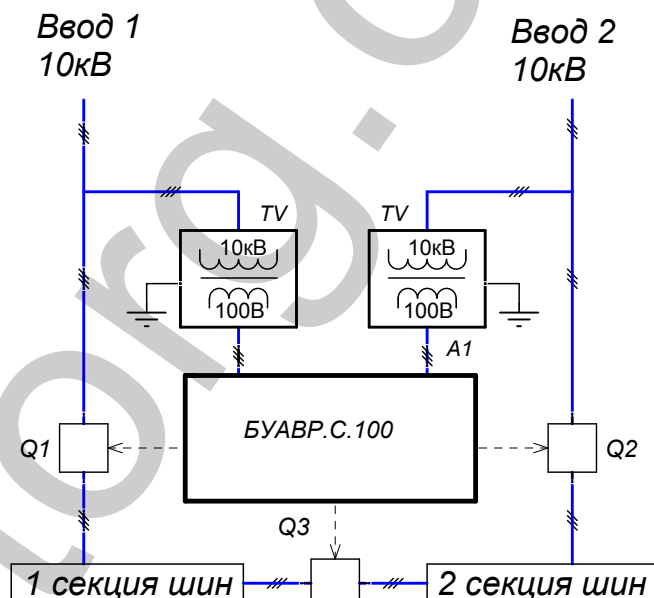
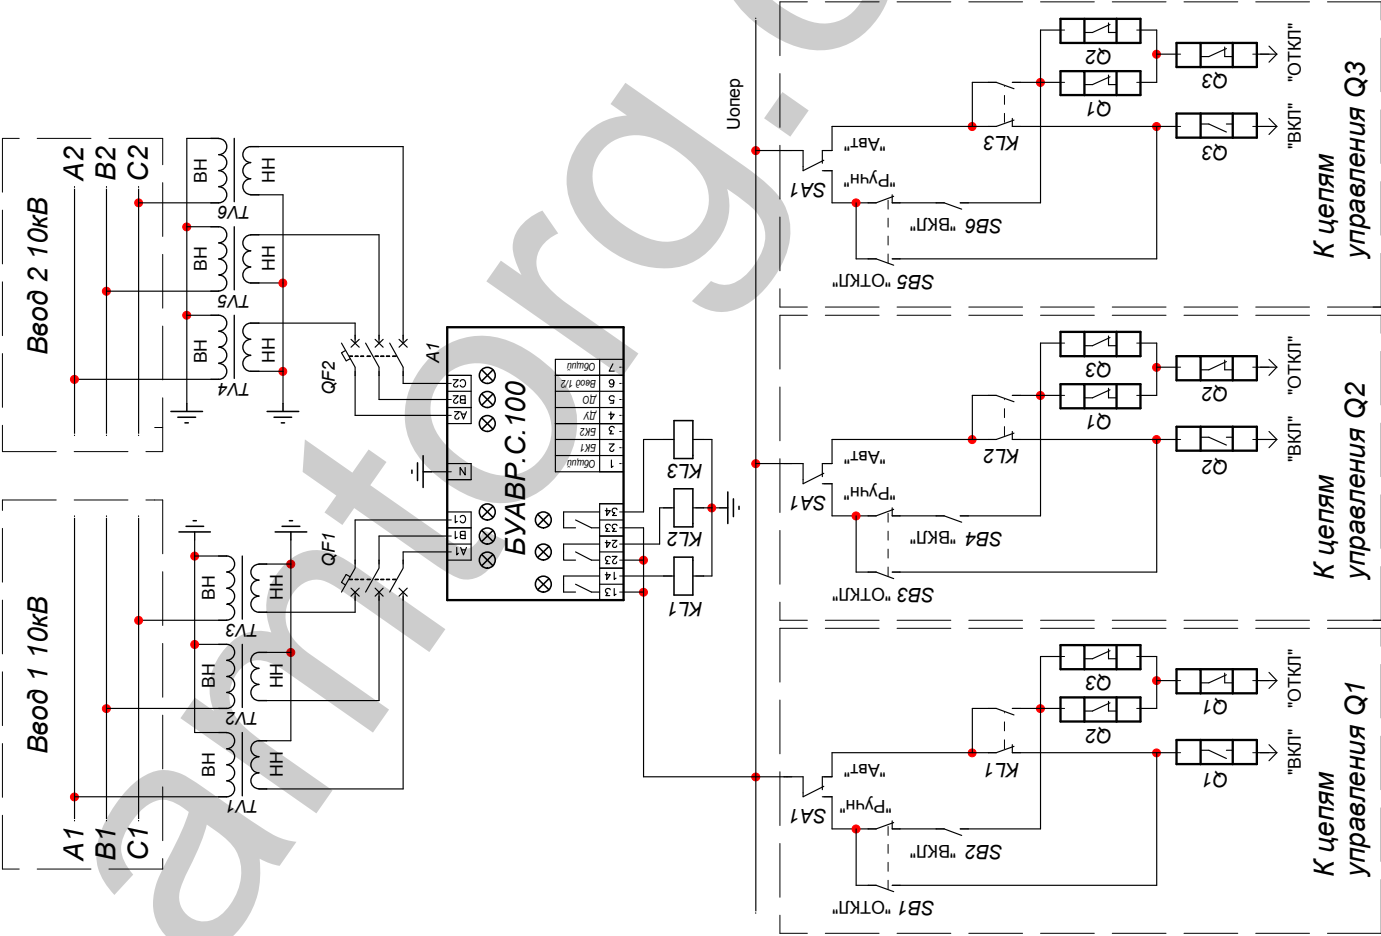

Рис.3 Структурная схема АВР с двумя равнозначными вводами, двумя секциями шин, с секционным выключателем и управлением от БУАВР.С.100 в автоматическом режиме.
Рис.4 Схема АВР с двумя равнозначными вводами, двумя секциями шин, с секционным выключателем и управлением от БУАВР.С.100 в автоматическом режиме.
4.10. Примеры схем подключения БУАВР в устройствах АВР, приведены на рис.3, рис.4.
4.11. При первоначальном включении, при напряжении на вводах 1 и 2 в допустимых пределах, блок БУАВР дает команды на включение высоковольтных выключателей Q1 и Q2, рис.3, которые подключают 1 и 2 секции шин к вводам 1 и 2 соответственно. Если в процессе работы параметры напряжения на подключенном вводе в течении определенного времени (времени отключения) оказываются за пределами допустимых значений, блок БУАВР дает команду на отключение соответствующего высоковольтного выключателя. После отключения вводного выключателя, блок БУАВР дает команду на включение секционного выключателя Q3.
4.13.1. Выходное реле K1 – используется для включения выключателя Q1, рис.3, подключающего секцию 1 к вводу 1. Реле K1 имеет 1 нормально разомкнутый выходной контакт, табл.4. При включении реле K1 загорается индикатор «K1».
4.13.2. Выходное реле K2 – используется для включения выключателя Q2, рис.3, подключающего секцию 2 к вводу 2. Реле K2 имеет 1 нормально разомкнутый выходной контакт, табл.4. При включении реле K2 загорается индикатор «K2».
4.13.3. Выходное реле K3 используется для включения секционного выключателя, рис. 3; Реле K3 имеет 1 нормально разомкнутый выходной контакт, табл.4. При включении реле K3 загорается индикатор «K3».
4.14.5. Схема управления устройством АВР в режиме «ручного управления», при помощи органов управления размещенных на лицевой панели шкафа АВР, приведена на рис.4.